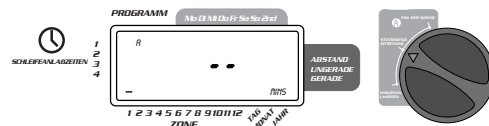

ABBILDUNG 6: Stationenzeitspanne für Programm A
- Drehen Sie die Wählscheibe auf **STATIONENZEITSPANNE**-Position im A oder B-Programm. Die Anzeige zeigt mit "A" oder "B" an, welches Programm Sie gewählt haben, und -MINS und der Cursor blinken auf Station "1" [Siehe Abbildung 6].